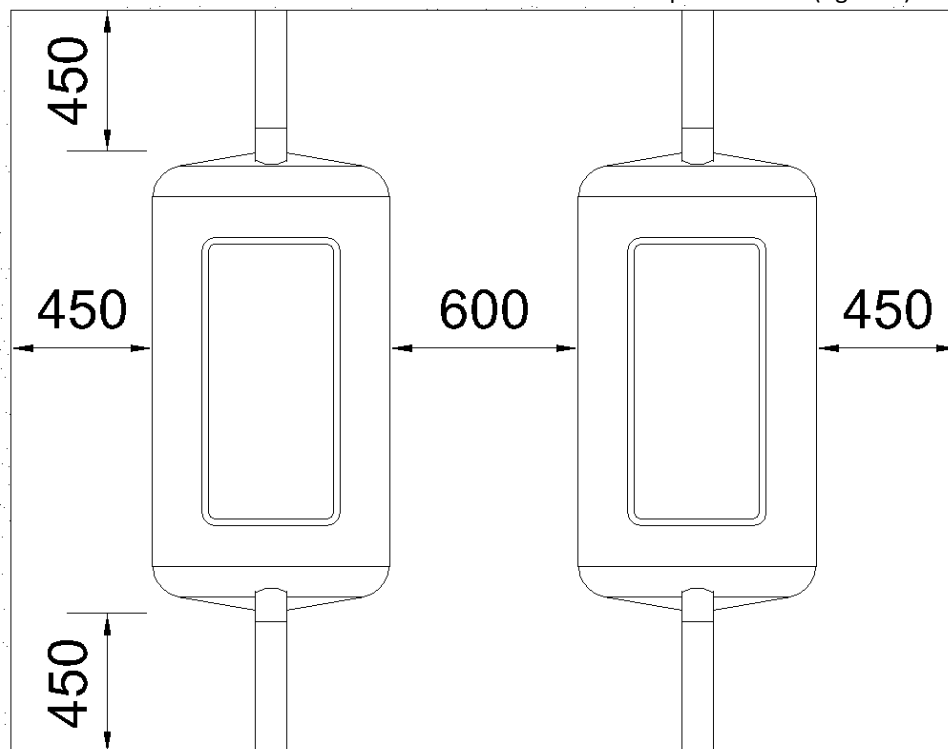

Figura 3 Distanze minime tra manufatti nel caso di Scavo Stabile
- La distanza minima tra manufatti che condividono lo stesso scavo è pari 600 mm (figura 3).